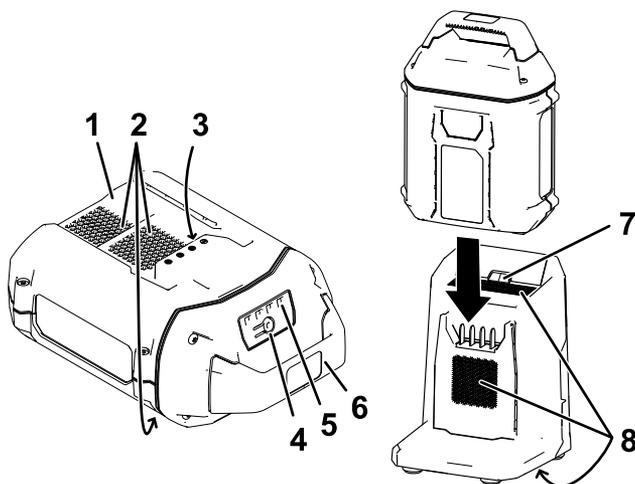

Bild 4
2. Fluchten Sie das Loch im Akkupack (Bild 4) mit der Zunge am Ladegerät aus.
3. Schieben Sie das Akkupack in das Ladegerät, bis es einrastet (Bild 4).